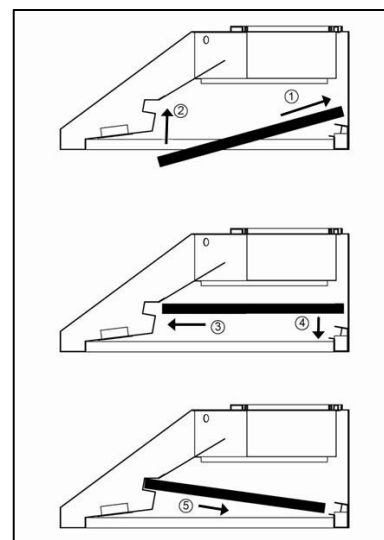

Figura 31
2. Consulte la Figura 31. ① Deslice el filtro deflector en la campana. ② Empuje el filtro deflector hacia arriba. ③ Deslícelo hacia delante. ④ Hálo hacia abajo. ⑤ Ajustelo en su lugar.